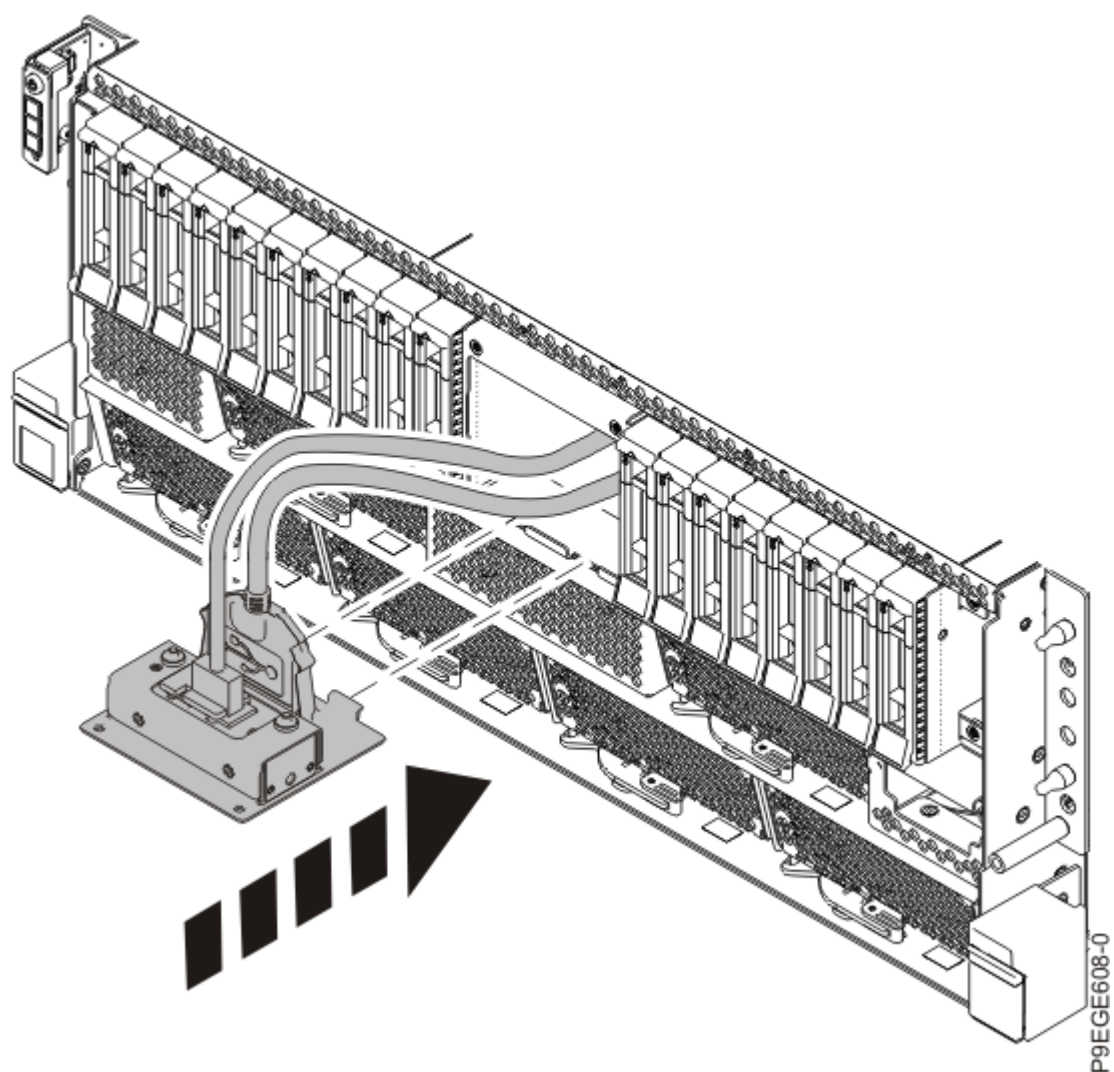

Figura 23. Inserció del cable frontal USB
3. Inserir el cable frontal USB a l'obertura de la part frontal del sistema, tal com es mostra a la Figura 23 a la pàgina 25. Feu passar el cable pel xassís i pel costat dret del xassís del sistema.